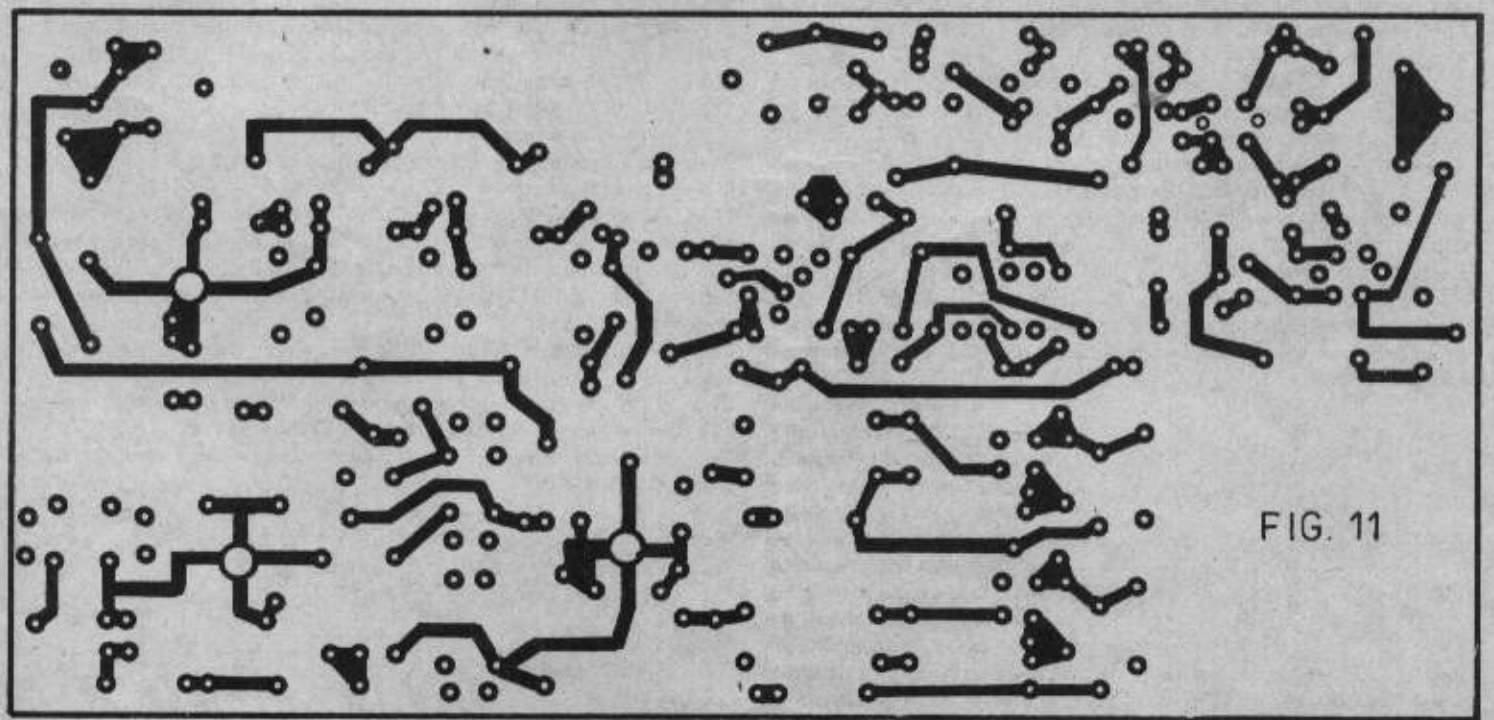

FIG. 11
6.1 Receptorul de bază este montat pe un circuit imprimat de 95 x 190 mm dublu placat (fig.10 și fig.11) exclusiv VFO-ul și partea de joasă frecvență. Fața superioară (fig.10) este complet placată cu cupru și servește ca plan de masă. Folia se va îndepărta din jurul găurilor pentru terminale folosind vârful unui burghiu de 3,5-4 mm.
recuperate din aparate vechi; tranzistorii T1/T2/T3 MOSFET se vor lipi pe fața cu trasee (fig.11) direct pe circuitul imprimat.
La plantarea componentelor se va urmări cu atenție schema de bază. Unele componente se vor lipi pe față cu trasee (fig.11) cît mai scurt între punctele corespunzătoare (C9, C17, C21, etc), iar altele între circuitul imprimat și condensatorii de trecere din ecranul din tablă (R13, R4, etc).